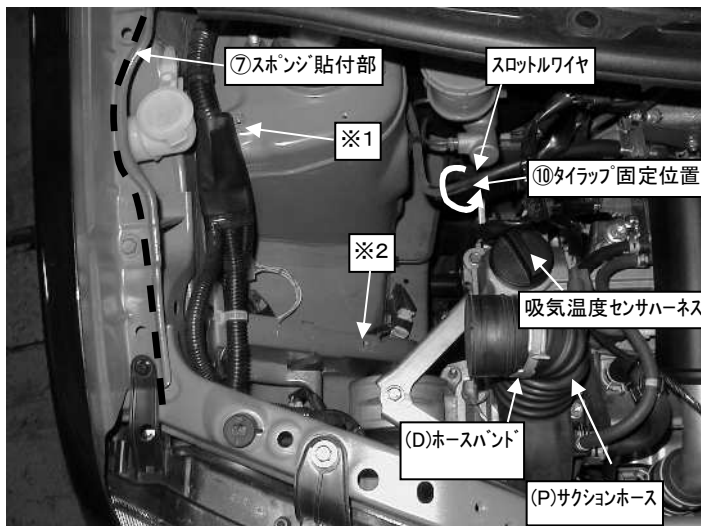

図8
5. 図8の点線部分に⑦スポンジを適当な長さにカットし、貼付けてください。
8. 吸気温度センサハーネスを⑩タイラップ中にてスロットルワイヤに固定してください。(図8参照)